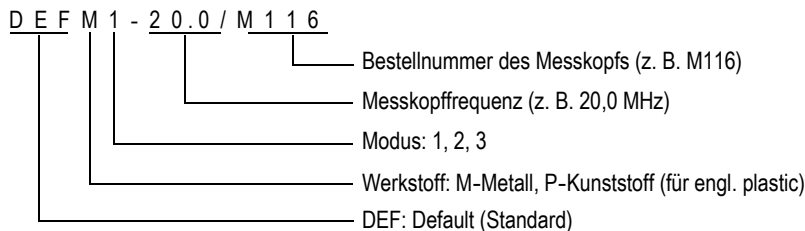

Abbildung 5-3 Standardjustierung für einen Einzelschwinger auswählen
- c) Heben Sie im Fenster **STANDARD** der einzusetzenden Messkopfform (siehe Beispiel in Abbildung 5-3 auf Seite 83) auf der Liste der verfügbaren Standardjustierungen die Justierung für Ihren Messkopf hervor.